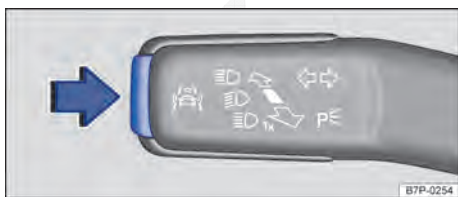

Fig. 17 Na alavanca dos indicadores de direção e do farol alto: botão dos sistemas de assistência ao condutor.
- Pressionar o botão ⇒ Fig. 17 brevemente no sentido da seta para acessar o menu **Assistentes**.
- Pressionar o botão ⇒ Fig. 17 por mais de um segundo no sentido da seta para ligar ou desligar os sistemas de assistência ao condutor selecionados no menu **Assistentes**.